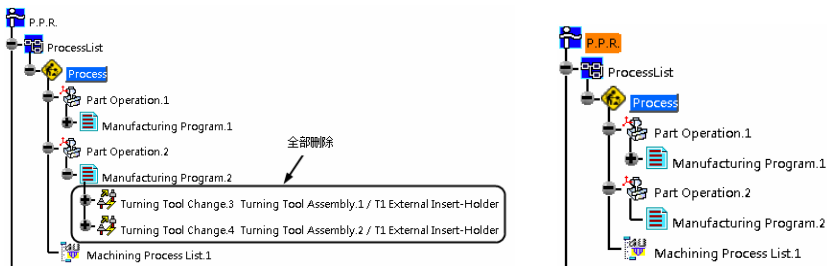

图 7-106 删除节点项目（2）
2) 删除节点项目（2）。展开“Part Operation.2”节点，将“Manufacturing Program.2”节点下的项目全部删除，如图 7-106 所示。